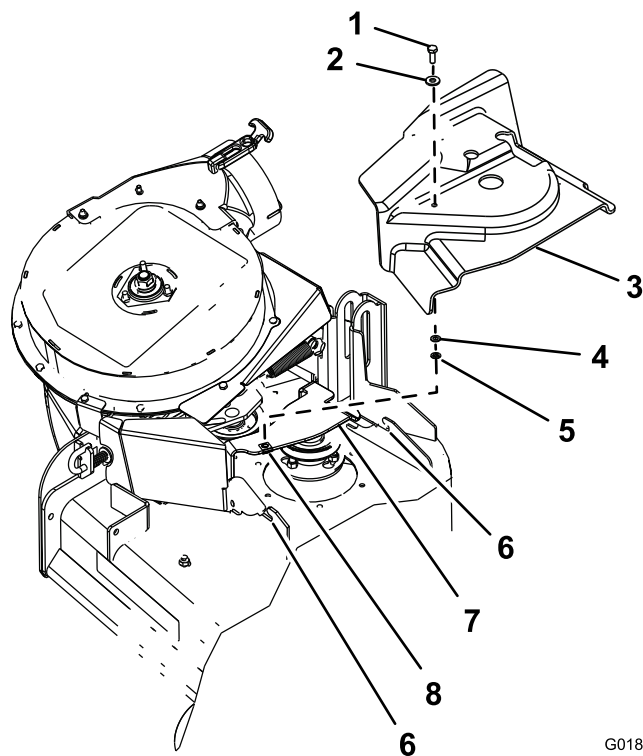

Bild 12
1. Legen Sie die Scheibe (5/16" x 3/4") auf die Sechskantschraube (1/4" x 3/4") an, wie in Bild 12 abgebildet.
2. Setzen Sie die Schraube und Scheibe durch das Loch oben an der Riemenabdeckung Gebläse- und Antriebskits (Bild 12).
3. Montieren Sie die Scheibe (1/4" x 1/2") und den Halter von der Unterseite der Riemenabdeckung auf dem Gewinde der Sechskantschraube (Bild 12).
2. Fluchten Sie die Riemenabdeckung mit den Kerben in den Mähwerkflanschen aus (Bild 12).
4. Befestigen Sie die Riemenabdeckung mit der Sechskantschraube an der Abdeckungshalterung (Bild 12).